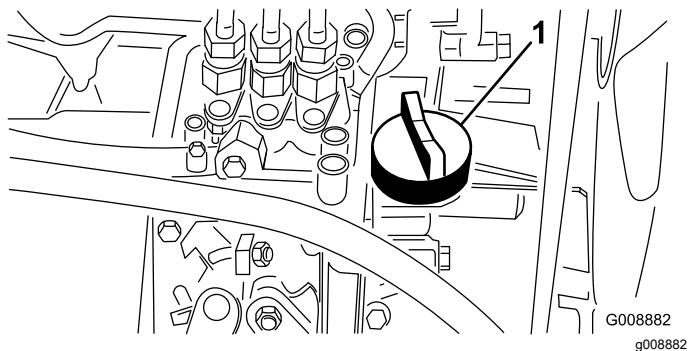

Figure 29
- Si le niveau est bas, retirez le bouchon de remplissage (Figure 29) et versez progressivement de petites quantités d'huile, en vérifiant fréquemment le niveau, jusqu'à ce que l'huile atteigne le repère maximum sur la jauge.